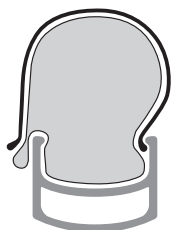

Figure 16. Ne pincez pas la chambre à air entre le pneu et la jante.
6. Poussez le deuxième talon dans la jante. Commencez à partir de la tige de valve. Veillez à ne pas pincer la chambre à air entre la jante et le pneu (Figure 16) lorsque vous installez le pneu.